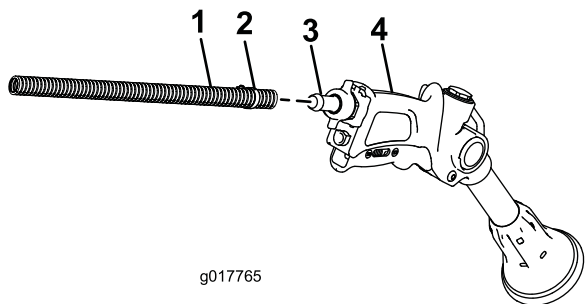

Рисунок 16
2. Подсоедините свободный конец длинного шланга к штуцеру распылителя (Рисунок 16).